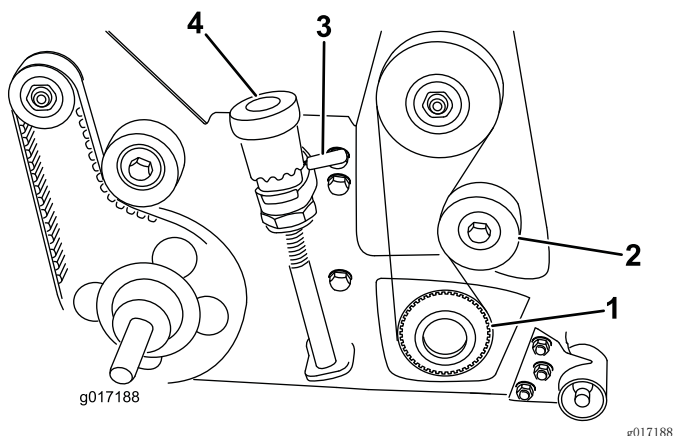

图20
- 使用 1.3cm 传动棘轮和延长件，将驱动皮带轮（右旋螺纹）安装到滚刀轴上（图20）。
5. 旋转两个快速升起联杆，将疏草滚刀提升到行驶位置（图20）。